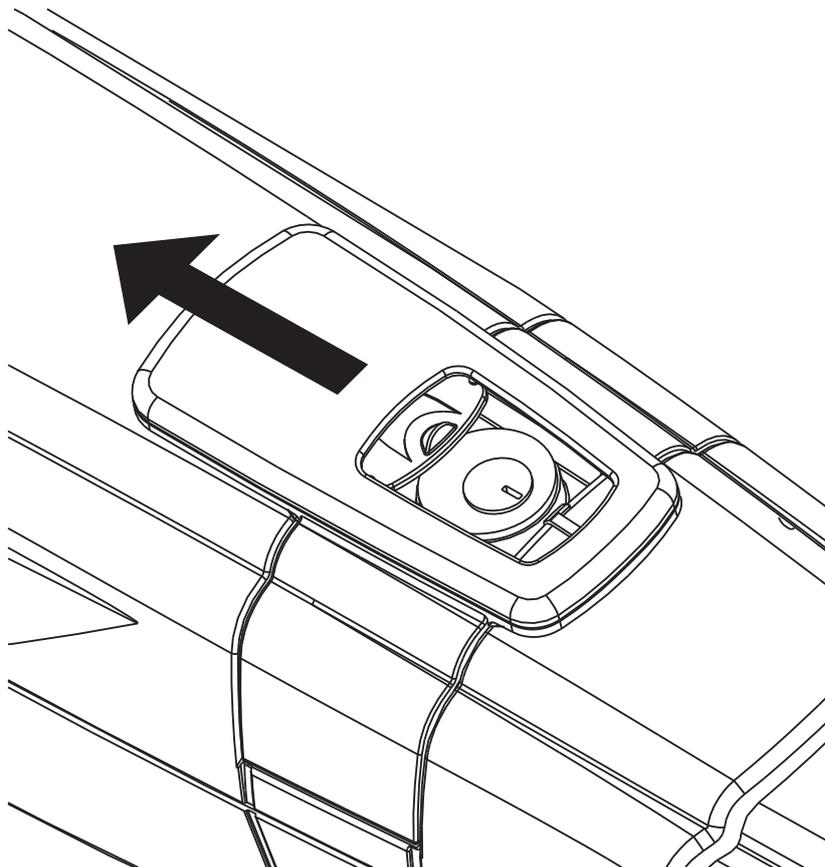

fig. 16
- 2\_ Deslice el capuchón de protección, fig.16;